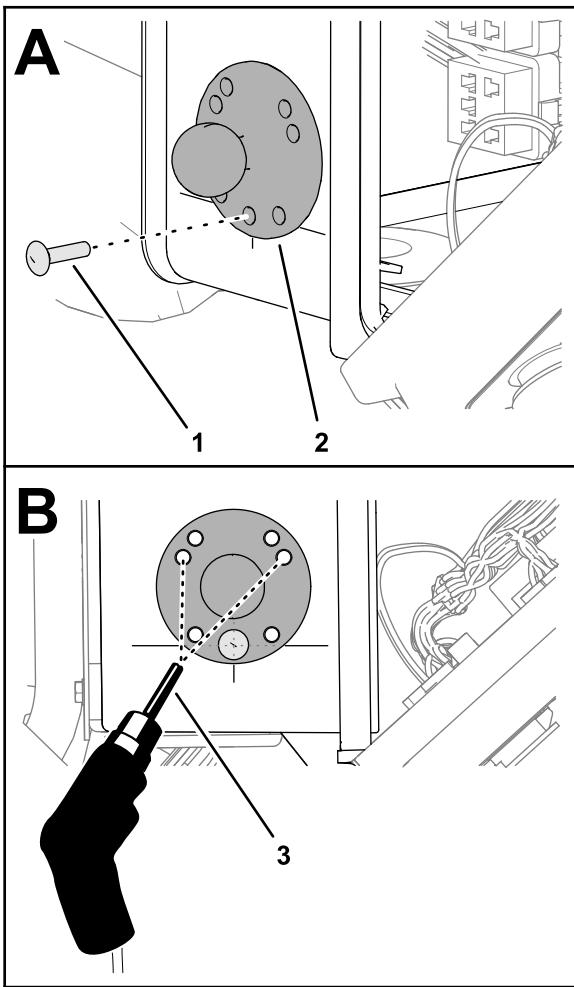

Figure 40
de carrosserie (n° 10 x  $\frac{7}{8}$ "), comme montré à la Figure 40.
- 3. Centrez le support à rotule et utilisez-le comme gabarit pour percer un trou de 4 mm dans la console de commande (Figure 40).
- 5. Servez-vous du support à rotule comme gabarit pour percer un trou de 4 mm dans la console de commande (Figure 40).